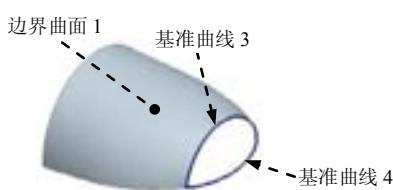
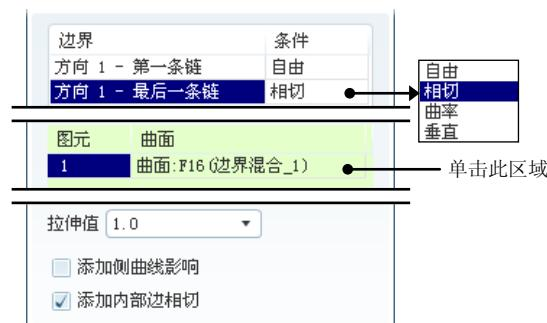

图 6.2.31 选取边界曲线
图 6.2.32 “约束”界面
Step2. 按住 Ctrl 键，依次选择图 6.2.31 所示的基准曲线 4 和基准曲线 3 为方向 1 的边界曲线。
Step3. 设置边界条件。在操控板中单击**约束**按钮，在图 6.2.32 所示的“约束”界面中将“方向 1”的“最后一条链”的“条件”设置为**相切**，然后单击图 6.2.32 所示的区域，在系统**选取边界的提示下**，选取图 6.2.31 所示的边界曲面 1。